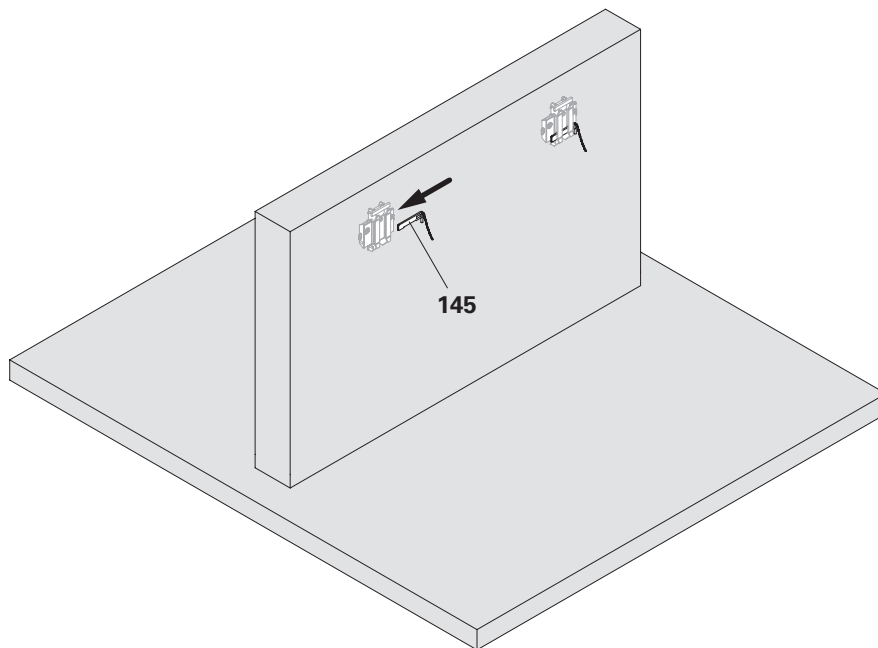

Fig. C3.01
2. Inserire il corrente ACS (**145**) nel dispositivo di sospensione II (**161**). (Fig. C3.01)